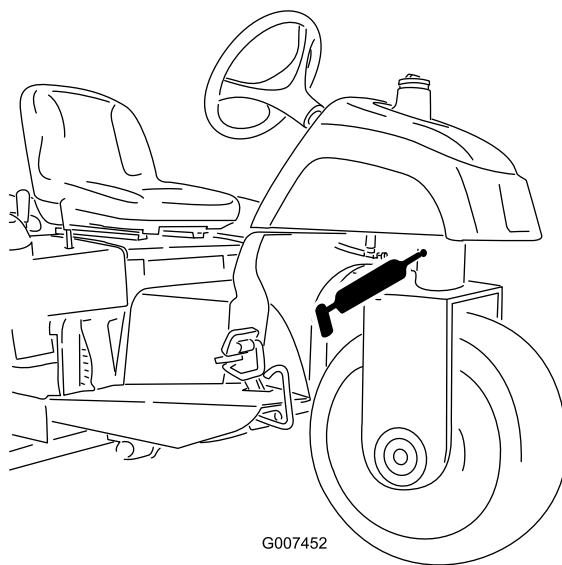

図 24
- ステアリングピボット (図 24)
注 ステアリングピボットの注入部 図 24 は面一フィッティングなので、グリスガン用ノズルアダプタが必要です。 パーツ番号は P/N 107-1998 ご注文は Toro 代理店へ。